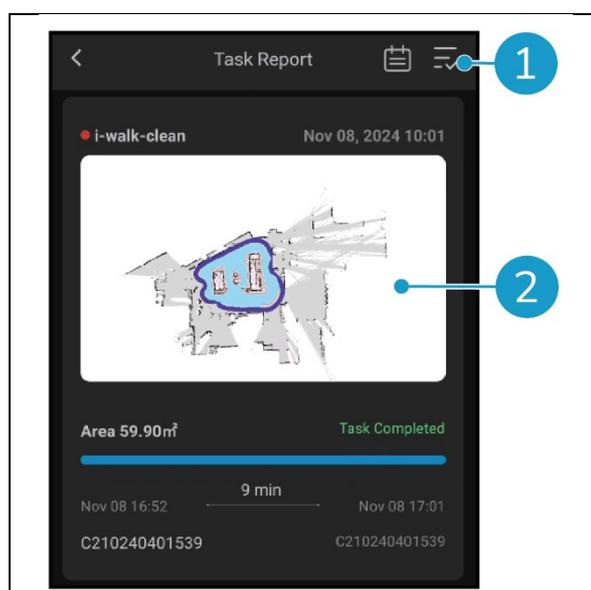

Figure 34
- Appuyez sur le bouton en haut à droite (Figure 34, pos. 1) pour marquer tous les rapports en cours comme lus et les supprimer de la vue.
- Pointez sur un rapport dans la liste (Figure 34, pos. 2) pour ouvrir la vue des tâches.